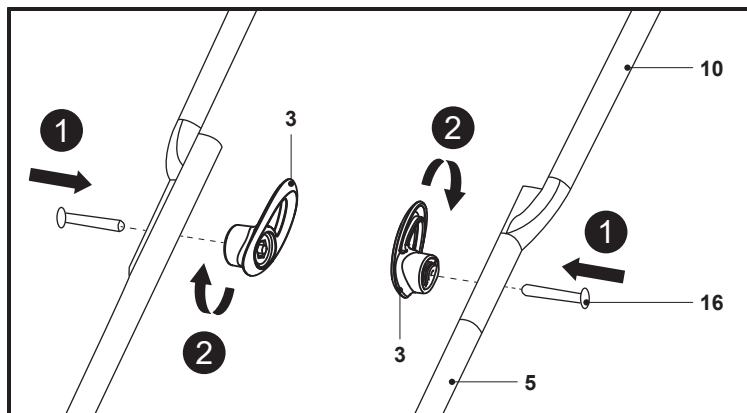

Fig. 3
2. Utilizând seturile de montare (16) și butoanele de blocare (3), fixează bara mânerului superior (10) pe bara mânerului inferior (5) (fig. 3). Mânerul poate fi poziționat la două înălțimi diferite, în funcție de care este mai comodă în timpul utilizării obișnuite.